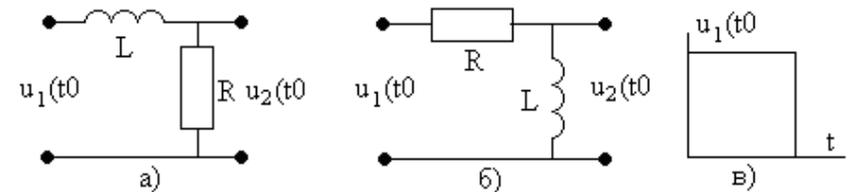

Рис. 42
7.1. При каких условиях цепь на рис. 42а является интегрирующей, а цепь на рис. 42б - дифференцирующей. Получите выражения для их частотных характеристик.
7.2. Определите реакцию цепей на рис. 42а и рис. 42б на входное воздействие, показанное на рис. 42в.